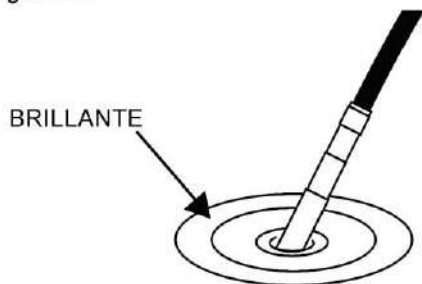

FIGURA 26.
- Una forma sencilla de darse cuenta que el concreto esta bien vibrado es cuando en la superficie alrededor del cabezal vibrador se ve brillante y no salen burbujas de aire de él. Figura 26.